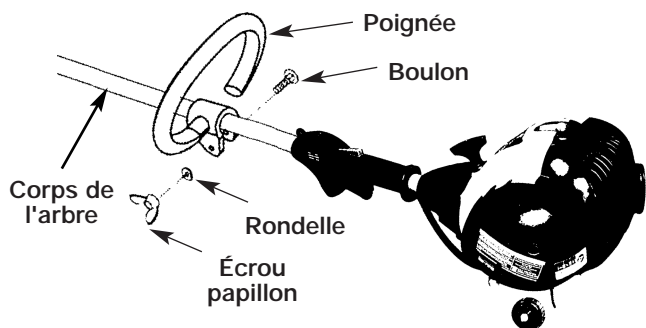

Fig. 1
2. Insérez le boulon dans la poignée et fixez avec rondelle et écrou papillon (Fig. 1).